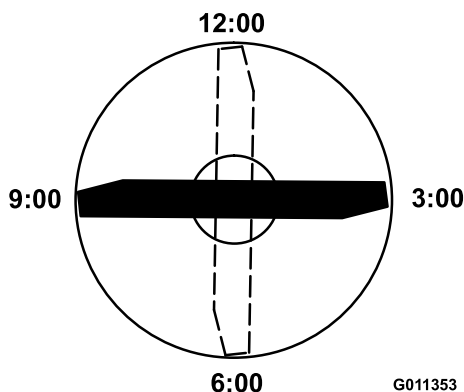

Figura 121
4. Posicione a extremidade de corte da extremidade marcada da lâmina nas 12 horas (a direito na direção do corte) (Figura 121) e meça a altura da mesa à extremidade de corte da lâmina.
5. Rode a extremidade marcada da lâmina para as posições das 3 horas e das 9 horas (Figura 121) e meça as alturas.